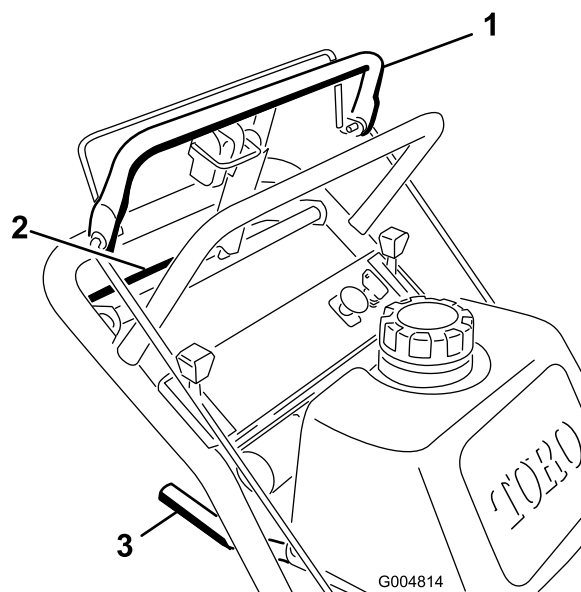

Figure 10
1. Pour vous déplacer en marche avant, sélectionnez une vitesse en marche avant (Figure 10).
3. Appuyez lentement sur la barre de commande supérieure pour avancer (Figure 10).
Pour vous déplacer en ligne droite, appliquez une pression égale aux deux extrémités de la barre de commande supérieure (Figure 10).
Pour tourner, relâchez la pression sur le côté de la barre de commande supérieure dans la direction que vous voulez prendre (Figure 10).
3. Rapprochez lentement la barre de commande inférieure de la poignée inférieure du guidon pour vous déplacer en marche arrière (Figure 10).
7. Engagez la barre de commande inférieure et soulevez la poignée inférieure du guidon simultanément pour monter sur la bordure (Figure 10 et Figure 11).
4. Engagez la barre de commande inférieure et soulevez la poignée inférieure du guidon simultanément (Figure 10 et Figure 11).